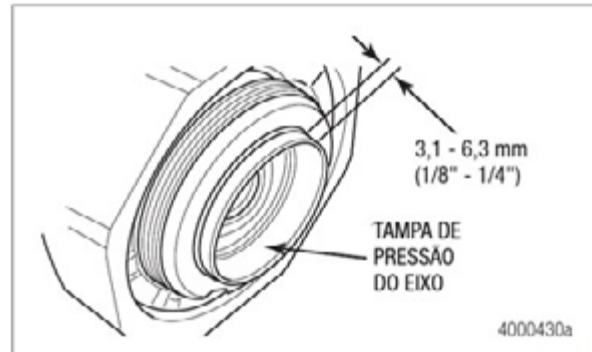

Figura 2.23
23. Verifique se a tampa de pressão do eixo se projeta a 3,175 a 6,35 mm (1/8 a 1/4 de polegada) da extremidade da ponteira. Figura 2.23.